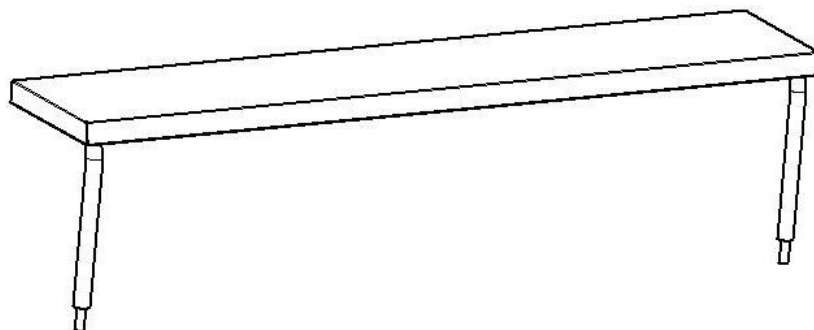

Рис.5 – Полка
Полка (рис.5) - поставляется в разобранном виде в индивидуальной картонной упаковке. Схема сборки и перечень комплекта поставки полки находится в её упаковке. Полка оборудована лампами подсветки.
- соединить провода электросети согласно маркировки на клеммной колодке, в соответствии с электросхемой (рис.5).